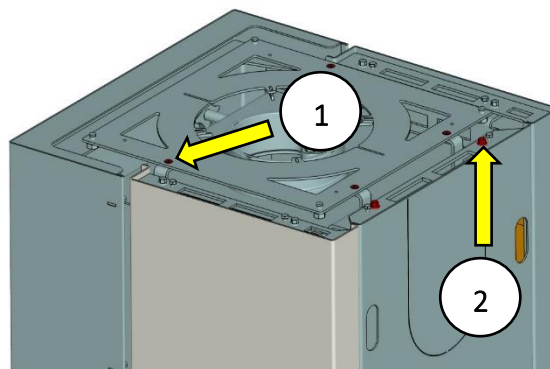

Fig. 17: Retirer le panneau arrière et le couvercle
2. Dévissez les deux vis situées sur la paroi arrière (Fig. 17 Pos.2), soulevez la paroi arrière et retirez-la vers le haut. Retirez le capot supérieur en dévissant les 4 vis (Fig. 17 Pos.1).
3. Remplacer le couvercle aveugle par le raccord du tuyau de fumée et revisser les deux éléments, puis remonter le couvercle supérieur (Fig. 17 Pos.1).